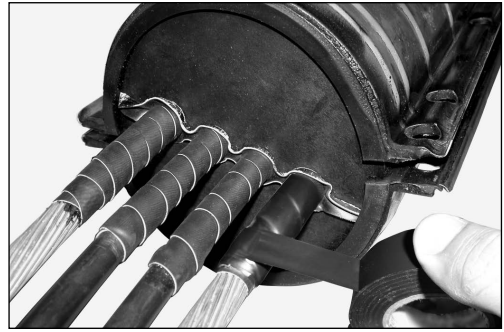

Figura 47
6.23 Aplique fita isolante sobre as fitas de bandagem dos cabos (lado externo), conforme figura 47.